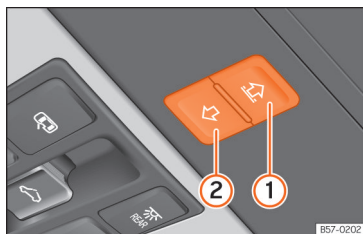

Рис. 84 Стельова консоль: функціональна кнопка управління протисонцевою шторкою.
- Якщо її однаково не можна закрити, протягом 5 секунд натискайте кнопку »» **рис. 84** ②, поки шторка не закрийся цілком. **Шторка закривається без захисту від защемлення!**